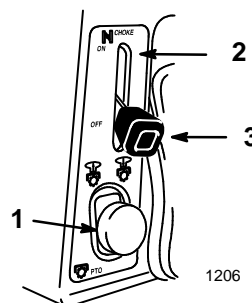

Figure 4
3. Pousser le bouton de prise de force (PDF) en position d'arrêt ("OFF", fig. 4).
4. Mettre la manette de starter en position engagée ("ON", fig. 4).